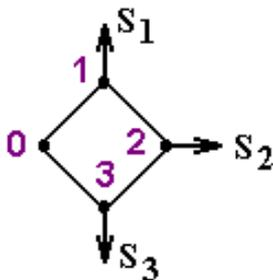

Рисунок 30
**Вариант 8.** Для схемы кольцевой электрической сети  $U_H = 110$  кВ (рис.30) определить, при какой длине  $\ell$  участка 0-3 активная мощность на участке 0-1 будет равна  $P_{01} = 35$  МВт? Определить реактивную мощность на участке 3-0  $Q_{30}$ .